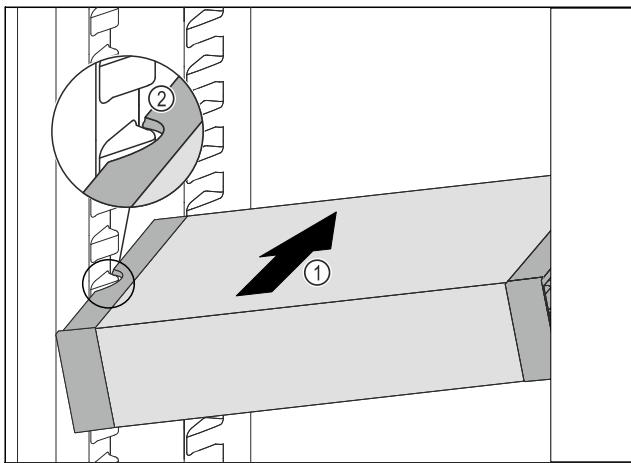

Fig. 112
- Вдвигайте VarioSafe под наклоном в холодильное отделение Fig. 112 (1), пока боковые выемки Fig. 112 (2) VarioSafe не окажутся на высоте выступа резервуара в холодильном отделении.